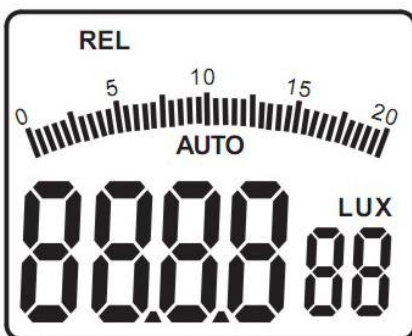

Figura 3-1-2A
- Presione el pulsador REL/PEAK (para obtener el valor de medición relativo / pico), en la parte superior izquierda de la pantalla aparecerá la indicación “REL” (como se muestra en la figura 3-1-2A), y el dispositivo entrará en el modo relativo de medición;